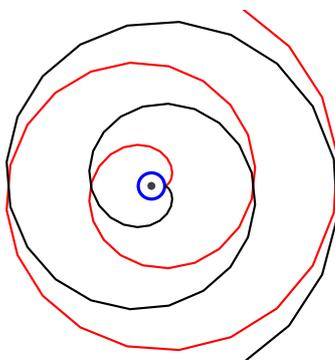

Figura 3: Circunferencia y su evolvente.
*Su representación es similar a la dada en la figura 3.*